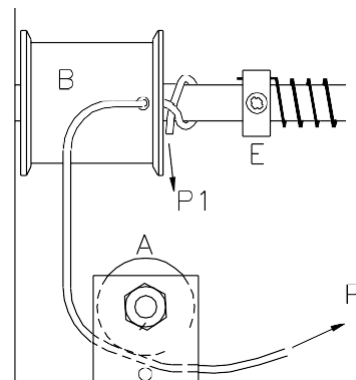

Рис. 1
1. Открутите винт E (рис. 1).
2. Установите трос вокруг шкива A (рис. 1).
3. Проведите трос через отверстие шкива B и намотайте трос вокруг главного вала; натяните трос, таким образом, чтобы он был закреплен (рис. 1).